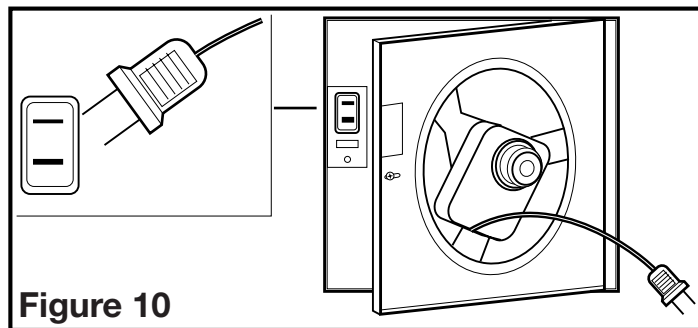

Figure 10
1. Réinstaller le venturi du ventilateur en le tenant à un angle d'environ 45 degrés, accrocher les deux onglets sur le venturi dans les fentes sur le cabinet et fixer en place en serrant les vis du venturi. Faire tourner la roue de la soufflante à la main pour s'assurer qu'elle tourne librement. Maintenant, connecter le moteur du ventilateur dans le réceptacle (**Figure 10**).